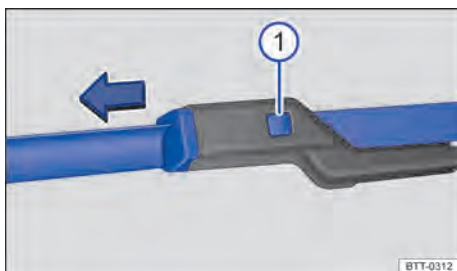

Fig. 163 Substituir as palhetas dos limpadores do para-brisa.
- Manter o botão de destravamento → Fig. 163 ① pressionado e, ao mesmo tempo, retirar a palheta do limpador do para-brisa no sentido da seta.